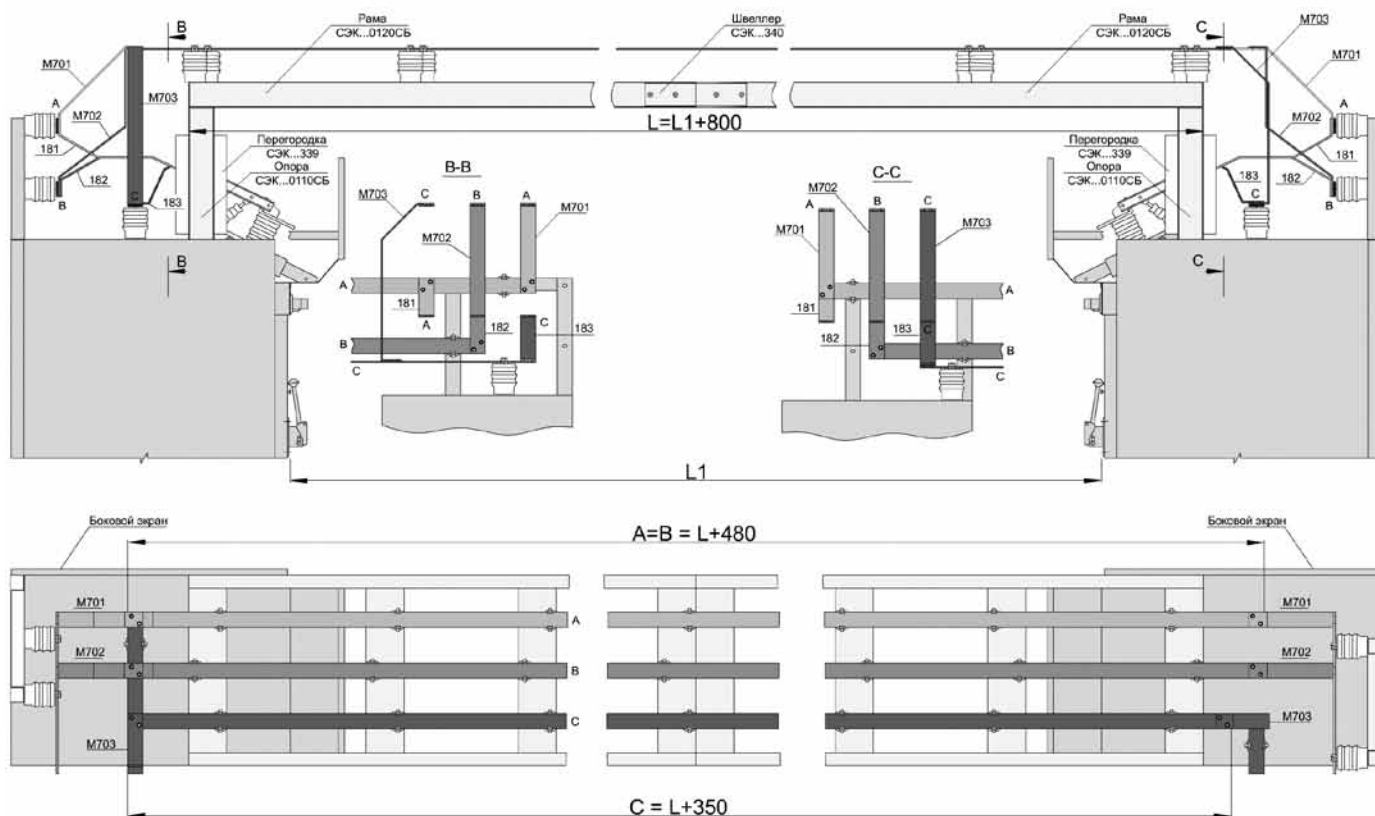

Рисунок 14.3. Шинный мост без разъединителей
- шинный мост с несущей рамой (рисунок 14.3) при любой ширине прохода, применяется при установке разъединителей шинного моста.